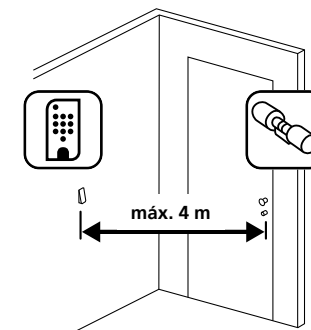

Fig. 1
- ① Mantenga el teclado en la posición de montaje deseada (Fig. 1).